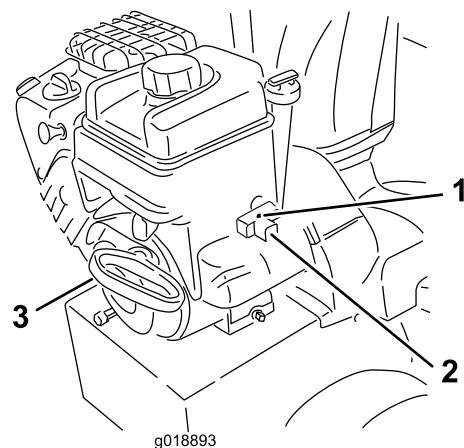

Figura 26
7. Avviate la macchina tirando la maniglia dell'avviatore autoavvolgente o premendo il pulsante dell'avviamento elettrico (Figura 26).